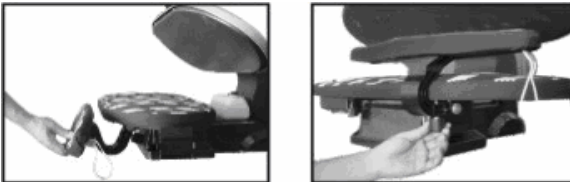

Abbildung 8
- f) Hierzu können Sie das kleine Bügelbrett verwenden. Klappen Sie es hierzu einfach, wie in der Abbildung 8 dargestellt, hoch und befestigen Sie es mit dem dazu vorgesehenen Hebel (siehe Abbildung 8).